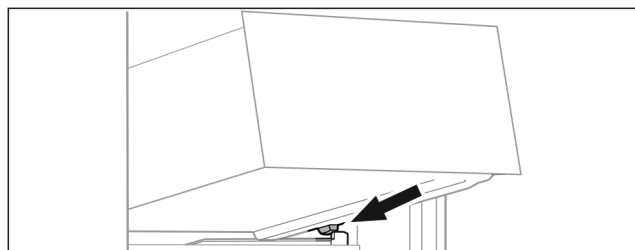

Fig. 22
- Placer le tiroir, en l'inclinant, derrière les butées sur la nervure de récipient Fig. 22 ().